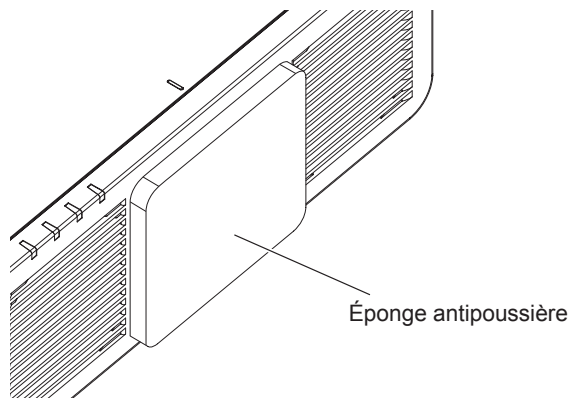

Fig. 1
- 1) Retirez l'éponge antipoussière. (Fig. 1)